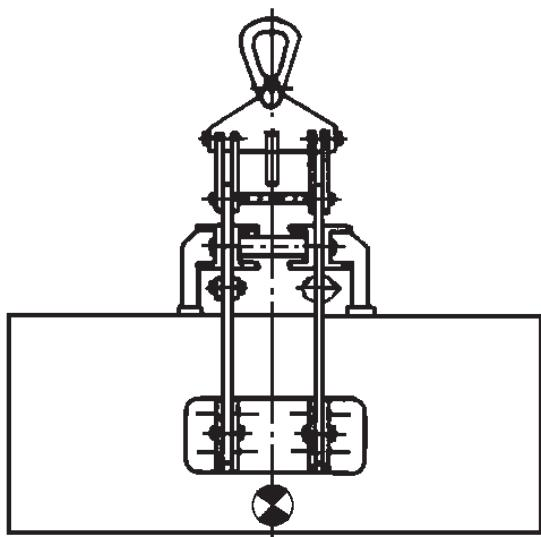
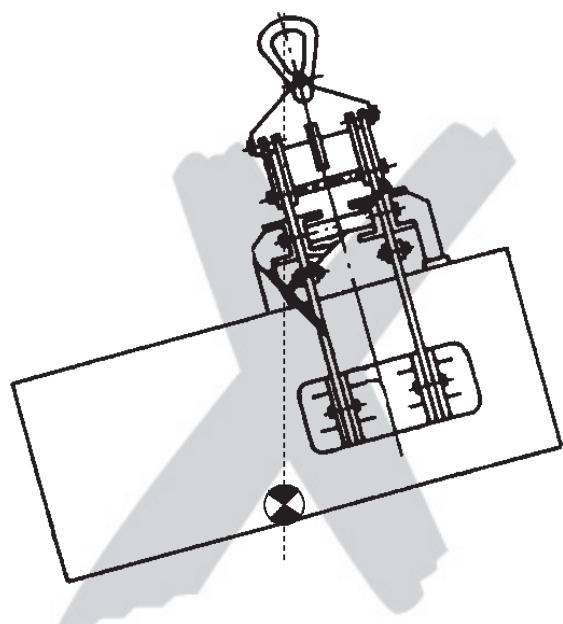

Fig. 2
Fig. 3
- Het zwaartepunt van de last moet zich altijd loodrecht onder het ophangoog van de grijper bevinden (Fig. 2). Als het zwaartepunt zich niet onder het ophangoog bevindt kunnen de grijper en de last een niet toegestane overhelling bereiken (Fig. 3).